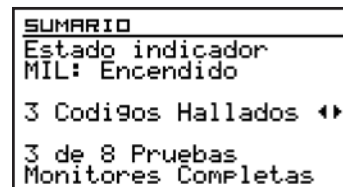
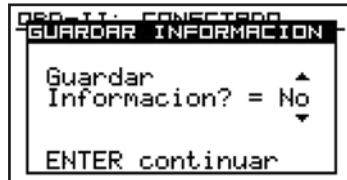
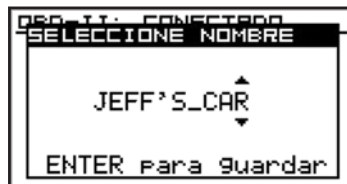

Fig.30
Fig.31
Fig.32
4. Tras un análisis exitoso, le preguntará si desea guardar la información obtenida (Fig.31), seguido de un resumen (Fig.30).
Después de un análisis completo de su vehículo, la información obtenida y la configuración del vehículo pueden ser guardadas para su uso posterior (Fig.31). Asígnele un nombre que le permita identificar esta información cuando la necesite en el futuro (Fig.32). Usted podrá escoger un nombre que tenga un máximo de 10 caracteres. Para acceder a la información guardada consulte la sección “Ver información OBD-II” en este manual.
1. La pantalla de Resumen de Información (Fig.31) muestra si el indicador luminoso está encendido, el número de códigos de falla detectados y el estado de pruebas de monitores.